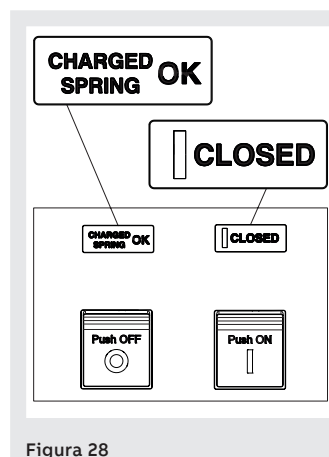

Figura 28
- Interruttore chiuso con molle cariche (vedi Figura 28). Questo stato si verifica quando dopo la chiusura (vedi passo 4 - Manovre apertura/chiusura manuale interruttore) le molle vengono ricaricate manualmente o automaticamente dal motoriduttore (se previsto).